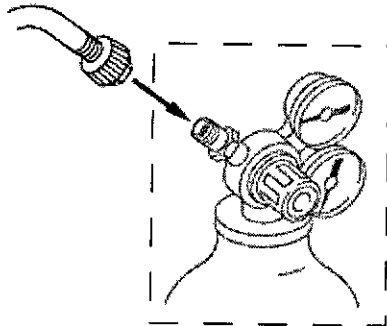

Figura 1: Conecte el adaptador de manguera de nitrógeno DISS (US)
- Si está utilizando nitrógeno, conecte el extremo del nitrógeno del adaptador de manguera de nitrógeno DISS (DISS Nitrogen Hose Adapter) (US) al suministro de gas regulado (figura 1).